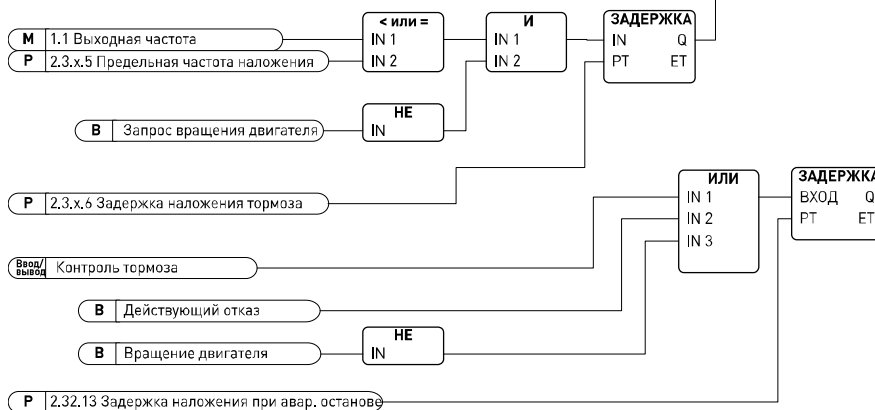

Рис. 6. Логика управления механическим тормозом
В верхней части Рис. 6 показана логика отпускания механического тормоза. Для отпускания механического тормоза требуются пять сигналов и задержка. Если для отпускания тормоза не требуется сигнал тока, крутящего момента или частоты, эти параметры могут быть установлены равными нулю. Входной сигнал внешнего тормоза может программироваться, и для этой цели может использоваться любой дискретный вход.
В нижней части Рис. 6 показана логика наложения механического тормоза. Схема наложения тормоза имеет более высокий приоритет, чем схема его отпускания. Так, если активен сигнал наложения, механический тормоз будет приведен в действие.
Параметр определяет фактический предельный ток, который должен быть превышен для отпускания тормоза. Если параметр установлен на нуль, это условие исключается. Это значение всегда обновляется при настройке номинального тока двигателя (параметр 2.1.4) (см. Рис. 6).
100 % соответствует расчетному номинальному крутящему моменту двигателя (см. Рис. 6).
Параметр определяет величину выходной частоты, которая должна быть превышена для отпускания тормоза. Если параметр установлен на нуль, это условие исключается (см. Рис. 6).
Задержка, которая отсчитывается после выполнения условий отпускания тормоза (см. параметры 2.3.1.1–2.3.1.3) (см. Рис. 6).
Параметр определяет фактический предельный ток, который должен быть превышен для отпускания тормоза. Если параметр установлен равным нулю, это условие исключается. Это значение всегда обновляется при настройке номинального тока двигателя (параметр 2.1.4) (см. Рис. 6).
- Параметр определяет величину выходной частоты, которая должна быть превышена для отпускания тормоза. Если параметр задан равным нулю, это условие исключается (см. Рис. 6).
- Задержка, которая отсчитывается после выполнения условий отпускания тормоза (см. параметры 2.3.2.1—2.3.2.3) (см. Рис. 6).